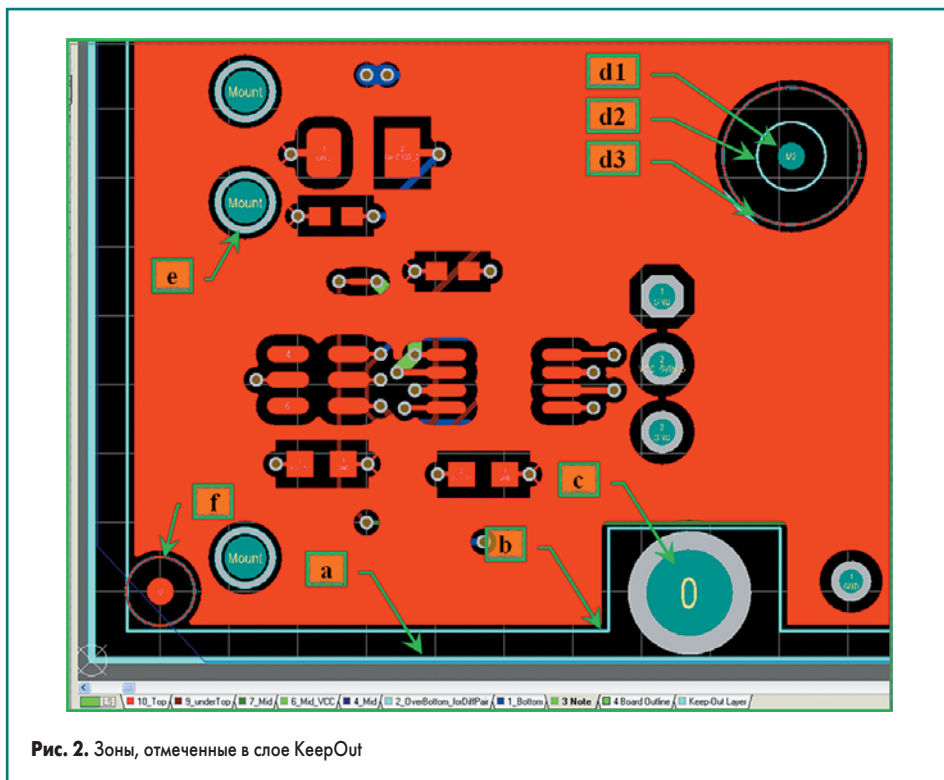

Рис. 2. Зоны, отмеченные в слое KeepOut
В частности, на рис. 2 указаны следующие объекты:
b) контур в слое **KeepOut**. Он выполнен на стадии согласования крепежных отверстий и других областей запрета размещения компонентов и топологии на всех слоях печатной платы. Ширина линий и этого контура, и контура платы модифицирована для лучшего отображения обоих контуров на рис. 2. Для запрета топологии между данными контурами зазор между ними должен быть меньше указанного в правилах, в противном случае нужно увеличить ширину линий или применить закрашенные области (**Place >> Fill**) и т. п.